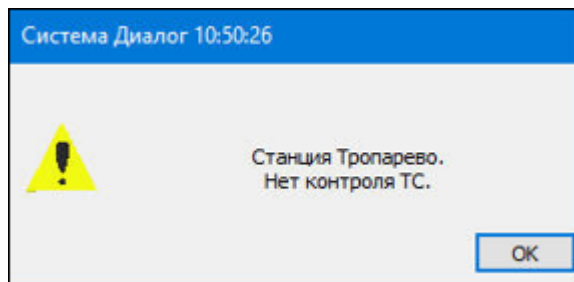

Рис. 3.47 Сообщение о потере контроля станции
2. При не установке маршрута после команды на задание маршрута (Рис. 3.47).